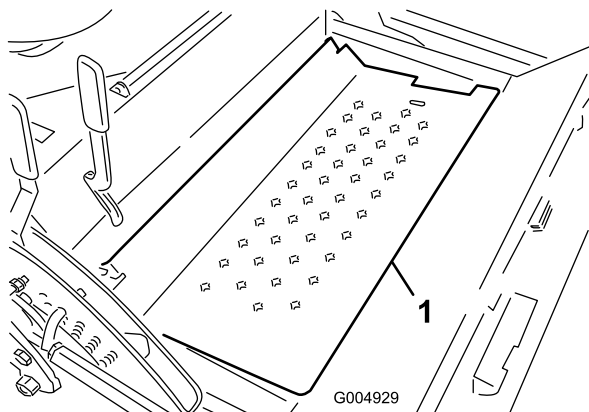

Figura 89
33. Abra la chapa de suelo (Figura 89).